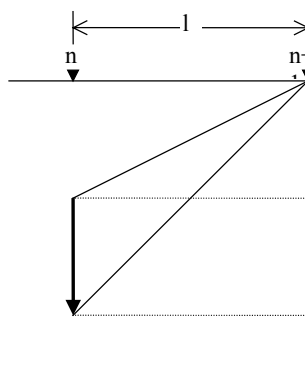

图 2.3
(3) 如图 2.3 所示，机械位置从参考点往负侧时，从分割点 n+1 进给到分割点 n 的分割间隔时，设定补偿量。